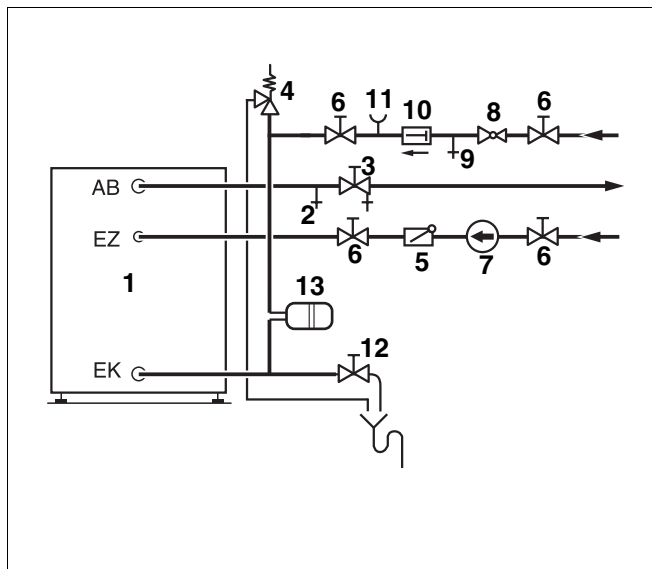

Fig. 7 Installation côté eau chaude sanitaire (schéma de principe)
Installation et équipement des conduites d'eau (fig. 7) en tenant compte des prescriptions et directives légales en vigueur.
- Monter la vanne d'aération et de purge (fig. 7, **pos. 2**) sur la conduite d'eau chaude sanitaire avant le robinet d'arrêt (fig. 7, **pos. 3**).
- Poser une plaque signalétique sur la soupape de sécurité (fig. 7, **pos. 4**) avec l'inscription suivante : "Ne pas fermer la conduite d'échappement. Pour des raisons de sécurité, de l'eau peut s'écouler pendant le fonctionnement du chauffage."